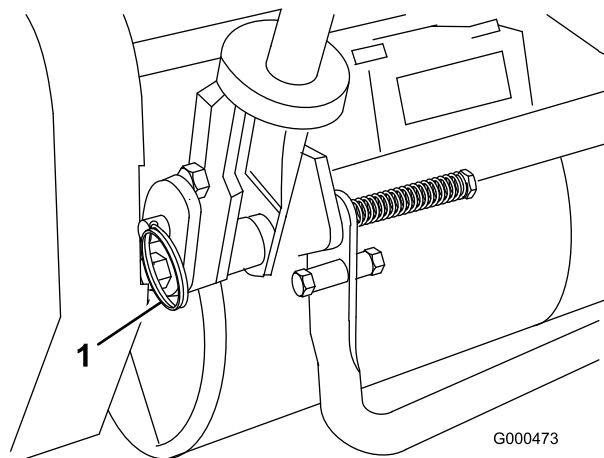

Figura 8
1. Togliete le coppie dai perni ad anello situati ai lati del tosaerba (Figura 8).
2. Sostenete la stegola e togliete i perni ad anello da ciascun lato, quindi alzate o abbassate la stegola nella posizione di servizio opportuna (Figura 8).